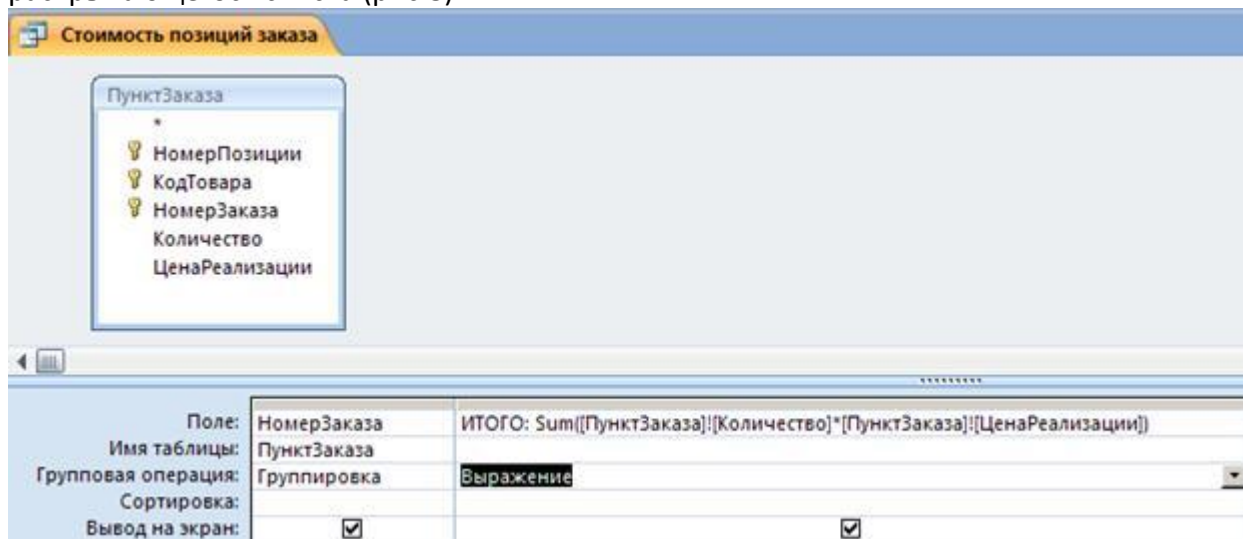

Рис.8. Создание вычисляемого поля в запросе с группировкой
18. Выберите в поле ГРУППОВАЯ ОПЕРАЦИЯ для нового поля строку ВЫРАЖЕНИЕ из раскрывающегося списка (рис.8).